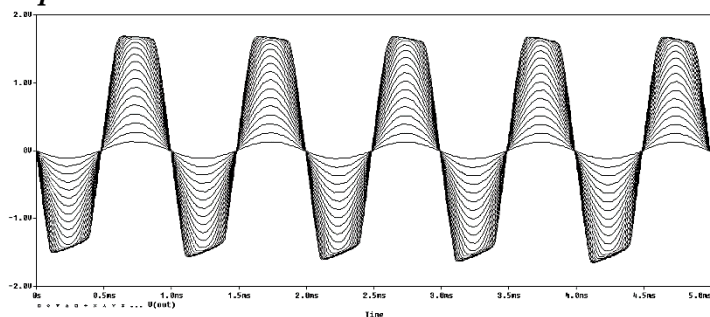

Рис. 3.6. Выходные сигналы при вариации амплитуды входного сигнала усилителя.
6. На принципиальной схеме усилителя замените величины сопротивлений на новые (см. п.5) и вновь запустите расчет. Выведите графики  $V(out)$  (Рис. 3.6) и сохраните их в заготовке отчета (**Window/Copy to Clipboard**).